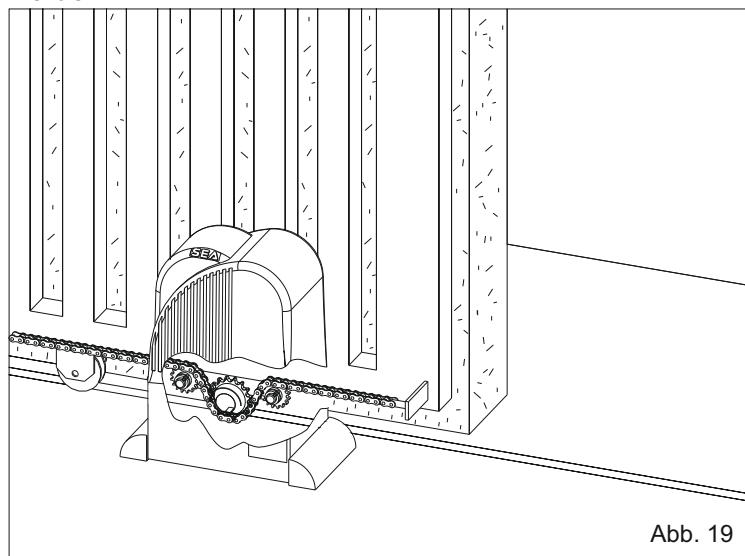
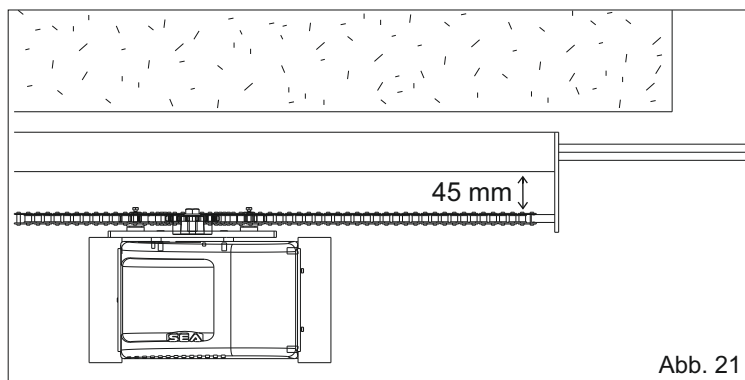
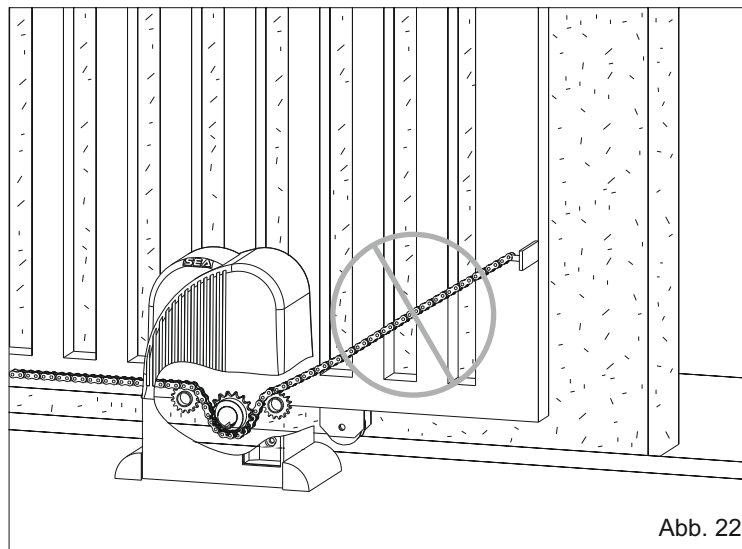

Abb. 19
Abb. 21
Abb. 22
In Abb. 19 und 20 wurde die korrekte Montage bei geschlossenem und offenem Tor abgebildet; Achtung, der vorgegebene Kettenweg im Inneren der Zahnradgruppe muss strikt eingehalten werden.
**Hinweis: Die Löcher für den Kettenspanner beziehungsweise für die Kette selbst müssen sich in einem Mindestabstand von 45 mm vom Tor befinden (Abb. 21).**
**9.2.** Die Kette installieren, indem man sie durch die Zahnradgruppe, wie in Abb. 18 durchlaufen lässt. Die Kette muss sowohl vertikal (Abb. 19) wie horizontal (Abb. 21) immer geradlinig sein, andernfalls (Abb. 22 und 23) könnte ihre Entgleisung von der Zahnradgruppe oder eine höhere Beanspruchung des Untersetzungsgetriebes und somit ein schlechter Betrieb des Systems die Folge sein.